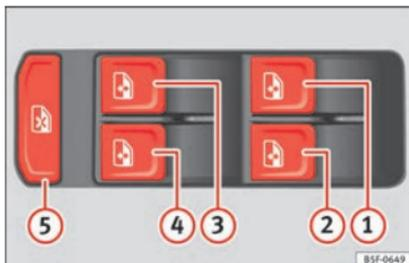

Fig. 136 Dettaglio della porta del conducente: comandi per i finestrini (veicolo a 5 porte con alzacristalli elettrici anteriori e posteriori).
I tasti » **fig. 136** ①, ②, ③ e ④ hanno due livelli per l'apertura e due per la chiusura dei finestrini. In questo modo è più facile eseguire le operazioni di apertura e chiusura.